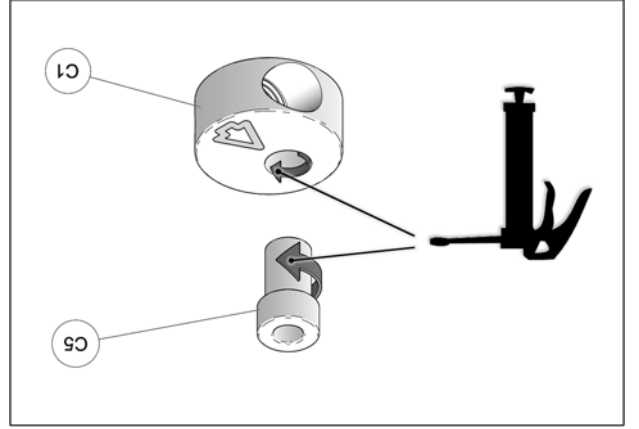

Fig. 32
15. À l'assemblage, les bagues espaces (C5) doivent être graissées. Appliquer une couche de graisse uniforme sur toute la circonférence de la bague espaceur et dans le logement du disque en aluminium (C1). Voir la Fig. 32